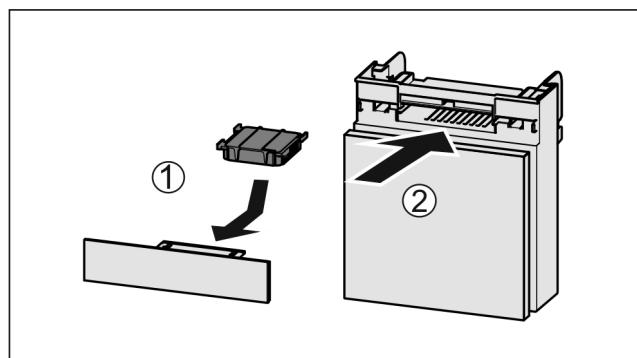

Fig. 117
- Filtr s aktivním uhlím vložte podle vyobrazení Fig. 117 (1).
- Zásuvku zasuňte Fig. 117 (2).